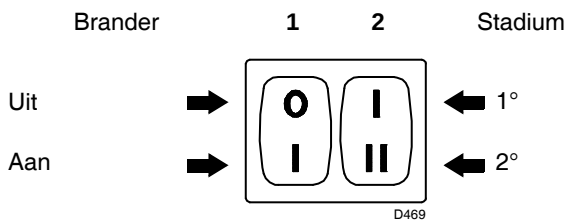
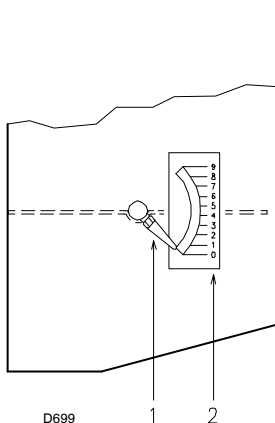
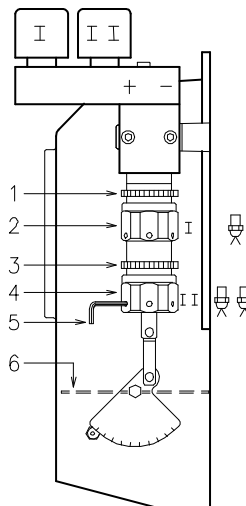

Fig. 22
Fig. 23
Fig. 24
- Ontsteek de brander door de afstandsbedieningen te sluiten en met de schakelaar 1) (Fig. 22 Pag. 21) in positie "AAN". De pomp moet in de richting van de pijl draaien die op het deksel aangegeven staat.
- Indien er stookolie lekt uit schroef 3) is de pomp aangezogen. Stop de brander: schakelaar 1) (Fig. 22 Pag. 21) in positie "UIT" en draai de schroef 3) aan.
Zet de schakelaar 1) (Fig. 22) in positie "AAN".
Houd de brander in werking in de 1ste stadium door de schakelaar 2) (Fig. 22) in de stand van de 1ste stadium te zetten. De opening van het ventiel 6) (Fig. 24)(B) moet in overeenstemming gebracht worden met de gekozen verstuiver: de wijzer 1) (Fig. 23) moet in overeenstemming staan met de inkeping 2) (Fig. 23) aangegeven in de (Tab. D). De regeling wordt verkregen door aan de zeshoek 2) (Fig. 24) te draaien:
inkeping 2,3 (Fig. 23) in overeenkomst met de wijzer 1).
Als de regeling voltooid is dient men de zeshoek 2) (Fig. 24) met de ring 1) te blokkeren.
N° = Inkeping 2) (Fig. 23)
Zet de schakelaar 2) (Fig. 22 Pag. 21) in de stand van de 2de stadium en regel het ventiel 6) (Fig. 24) door aan de zeshoek 4) (Fig. 24) te draaien, na de ring 3) (Fig. 24) losgedraaid te hebben.
om de regeling van de zeshoeken 2) en 4) (Fig. 24) te vergemakkelijken, maak gebruik van een zeshoekige sleutel van 3 mm 5) (Fig. 24).